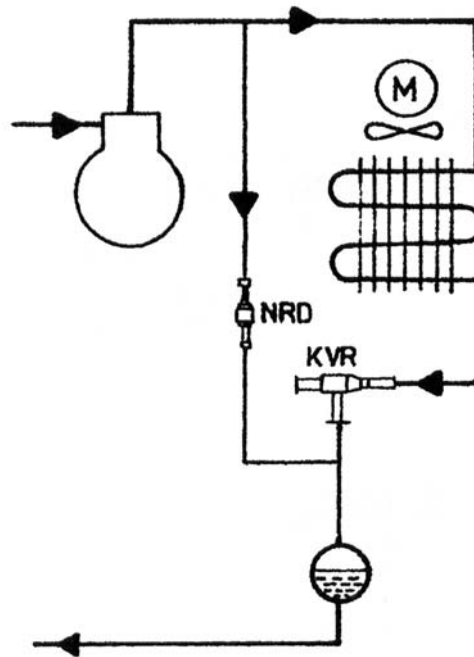
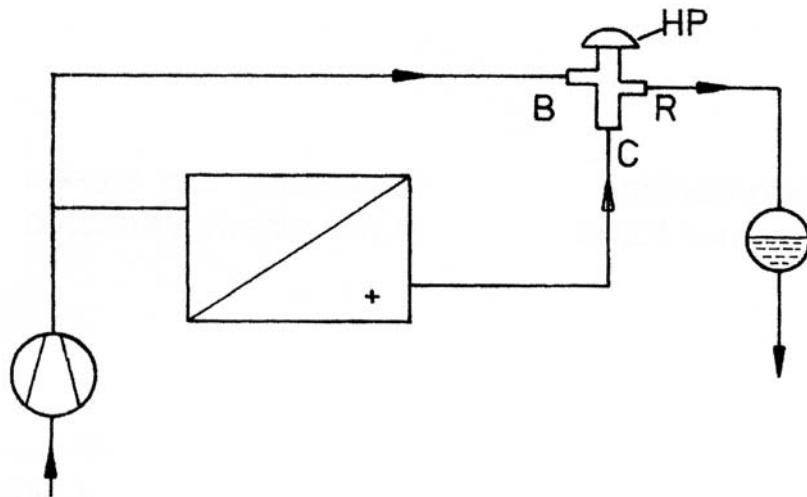

Bild 42: Kälteanlage mit KVR und NRD
Bild 43: Kälteanlage mit Verflüssigerdruckregler HP
In die Kondensatleitung nach dem Verflüssiger bei 2-Wege-Reglern, zum Beispiel KVR von Danfoss (Bild 42) oder zwischen Kondensat- und Druckleitung bei 3-Wege-Reglern, zum Beispiel HP von Alco (Bild 43).
*2-Wege-Regler, KVR (siehe Bild 42)*
3-Wege-Regler, Typ HP (siehe Bild 43)